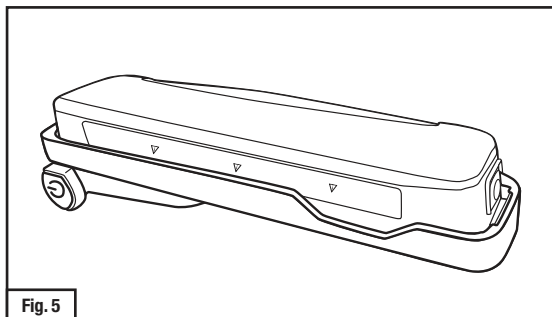

Fig. 5
- Empurre a bateria TR-630 para que ele seja totalmente encaixada no adaptador e o botão de liberação azul na bateria encaixe no lugar (Fig. 5).